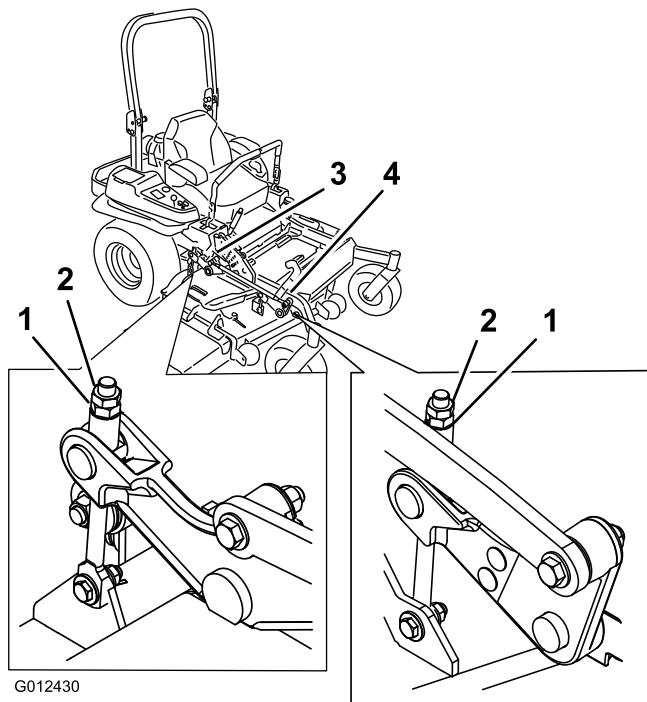

Figure 91
10. Ajustez précisément le serrage de l'écrou de réglage sur l'ensemble de relevage du tablier avant (Figure 91).
16. Ajustez précisément le serrage de l'écrou de réglage sur l'ensemble de relevage du tablier avant (Figure 91).